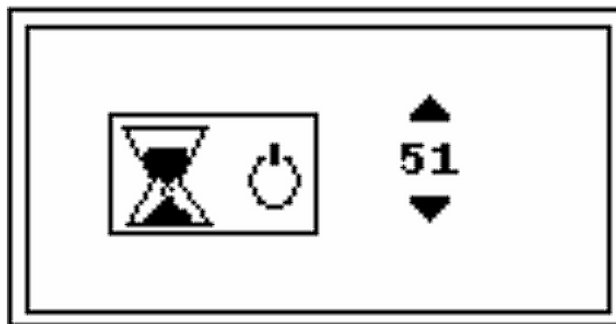

図 2-43 Sleep Timer 構成画面
6. **Enter** を押すと構成画面が表示されます (図 2-43)。